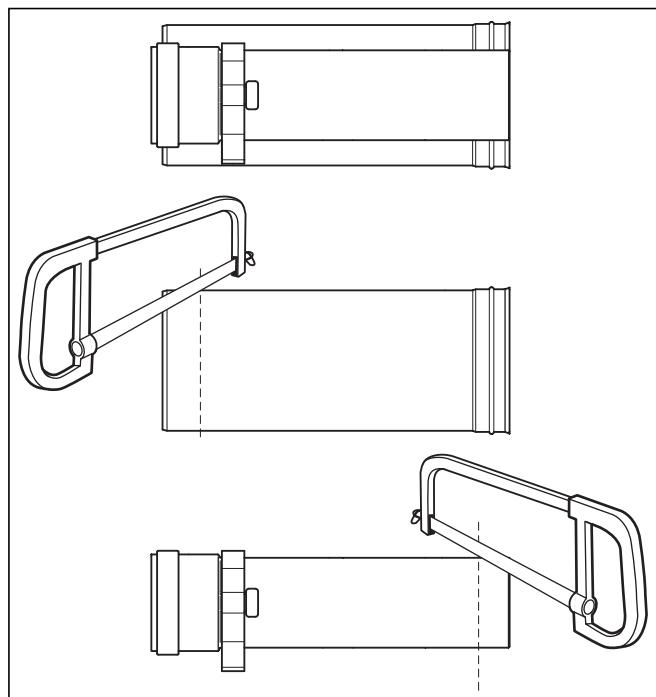

Рис. 4.76 Укорачивание удлинителя
Укоротите отвод ОГ и внешнюю трубу у муфт прилегающих сторон (→ **рис. 4.76**).
- Снова задвиньте трубу отвода ОГ в наружную трубу, как это показано на рис. 4.76.